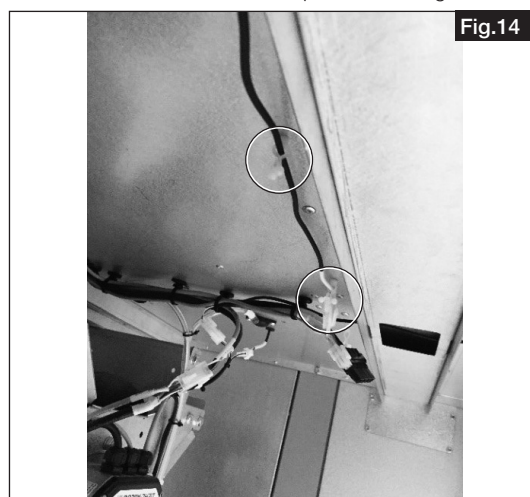

Fig.14
5. Fixer le câble de la sonde de protection antigel à l'aide des serre-câbles entourés (voir fig. 14).